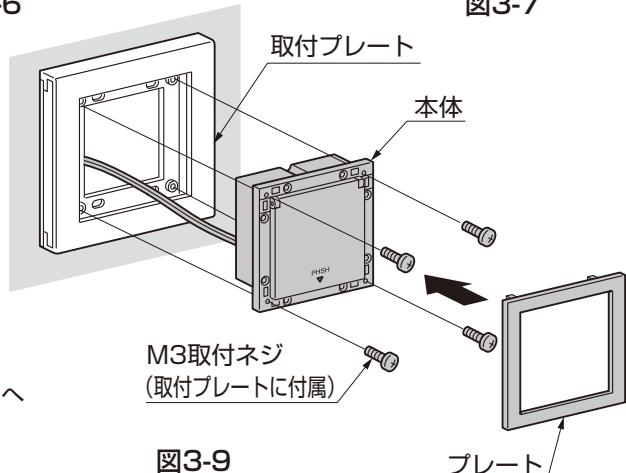

図3-9
⑦シークレットキー(テンキー)を「M3取付ネジ」で、取付プレートに固定してください。(図3-9参照)
⑧プレートをシークレットキー(テンキー)に取付けてください。(図3-9参照)
(2) 基本配置接続図